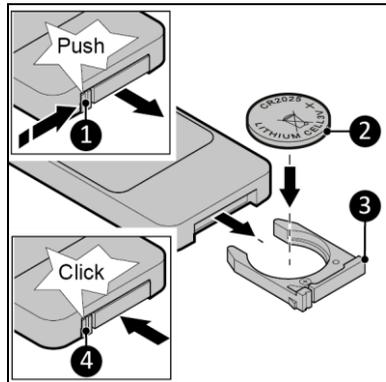

Abbildung 10
1. Drücken Sie auf die Lasche (Abbildung 10, Pos. 1) und entfernen Sie das Batteriefach (Abbildung 10, Pos. 3) aus der Fernbedienung.
2. Legen Sie eine Batterie vom Typ CR2025 wie angegeben (Abbildung 10, Pos. 2) ein.
3. Schieben Sie das Batteriefach zurück, bis die Lasche einrastet (Abbildung 10, Pos. 4).